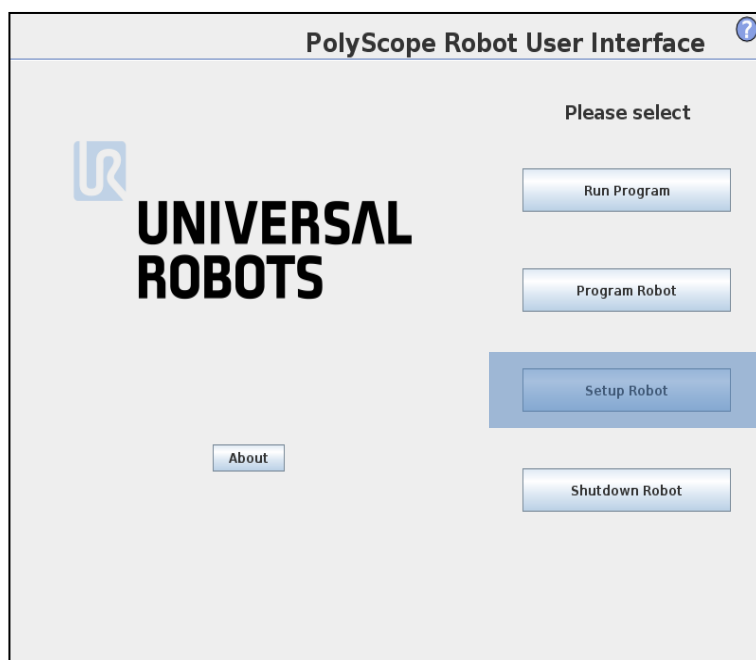

图 5.8 机器人端设置步骤 1
1. 进入 UR 设置页面, 点击 **Setup Robot**。如图 5.8 所示。